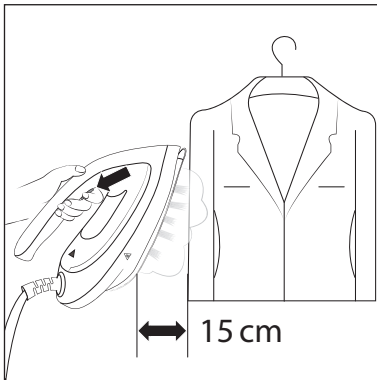

Fig. 6
❶ Remarque
- 1) Laissez chauffer le fer à repasser à vapeur ❶ jusqu'à ce que la touche **MAX** ❷ ou **ECO** ❸ reste allumée.
- 2) Retirez le fer à repasser à vapeur ❶ de la surface de pose ❶ et tenez-le en position verticale à une distance d'environ 15 cm devant le vêtement.
- 3) Appuyez sur la touche Jet de vapeur ❷ (voir fig. 6) et vaporisez uniformément sur les parties du vêtement à défroisser.